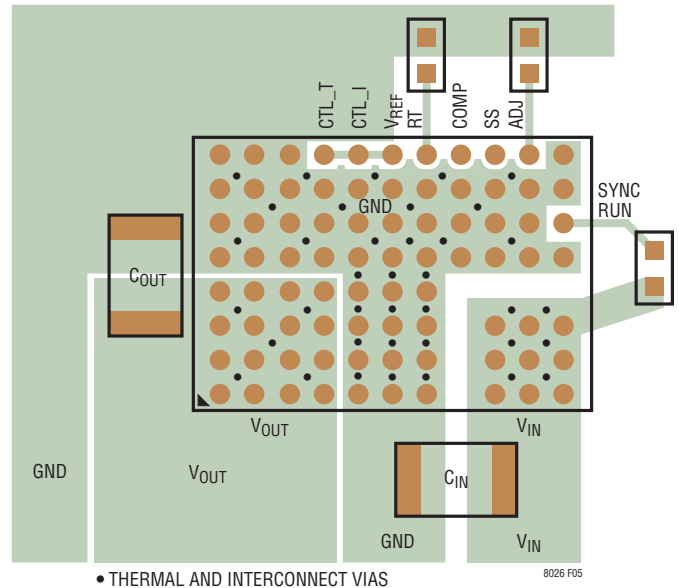

図5. 推奨の外付け部品、GNDプレーンおよびサーマル・ビアを示すレイアウト
PCBのレイアウトに関連した難題のほとんどはLTM8026の高度の集積化によって軽減されたか、除去されました。とはいえ、LTM8026はスイッチング電源であるので、EMIを最小に抑えて正しい動作を保証するには注意を払う必要があります。高度に集積化されていても、無計画で低品位のレイアウトでは、規定された動作を実現できないことがあります。推奨レイアウトについては図5を参照してください。接地と放熱に問題がないことを確認します。
6. ビアを使って、GND 銅領域を基板の内部グラウンド・プレーンに接続します。これらの GND ビアを多数分散配置して、プリント回路基板の内部プレーンへの十分なグラウンド接続と熱経路の両方を与えます。図 5 のサーマル・ビアの位置と密度に注意してください。サーマル・ビアは内部の電力処理部品に近接しているため、これらの位置で内部の GND プレーンに接続するビアによって提供される放熱効果により、LTM8026 はメリットを受けることができます。サーマル・ビアの最適個数はプリント回路基板の設計に依存します。たとえば、ある基板では非常に小さなビア孔を使うことがあります。この場合、大きな孔を使う基板に比べて多くのサーマル・ビアを採用します。